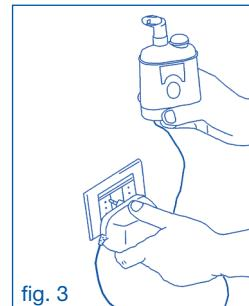

fig. 3
- 3.** Reinserite la parte superiore sull'apparecchio e collegate il nebulizzatore alla presa di rete elettrica mediante l'alimentatore in dotazione, come indicato in (fig. 3).